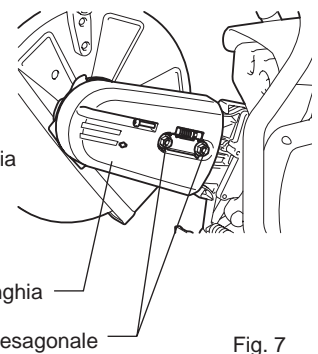

Fig. 7
- (8) Montare il coperchio della cinghia. (Fig. 7)